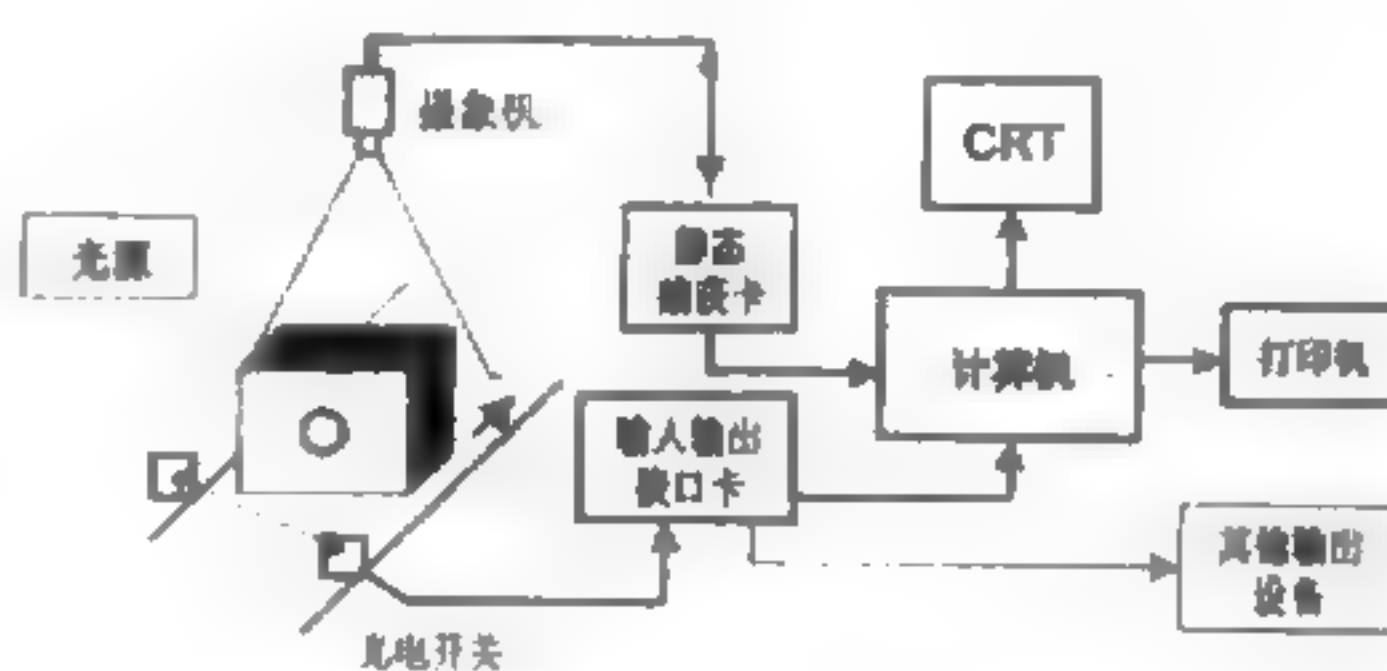

图 3 工业产品的计量检测原理框图
2. 计量检测:任何能够用光学方法成像的工业产品都能用图像(或视觉)方法实现非接触的在线检测或识别,从而达到自动控制的目的,实现生产过程自动化。当图像处理的任务不太复杂或涉及的模式较少(一般为几个),象产品尺寸、位置、位移、速度、表面缺陷、距离测定、零件识别、产品商标识别、字符识别等其算法不太复杂,软件处理的速度基本上可以满足生产线的节拍时,静态捕获卡不仅能以更好的性价比替代图像处理卡完成图像采集任务,而且其硬件缩放、剪切和变焦功能给系统设计带来很大方便。CRT 上可切换到图像显示,使调试和标定同样方便。图 3 为生产线上产品的计量检测原理框图。